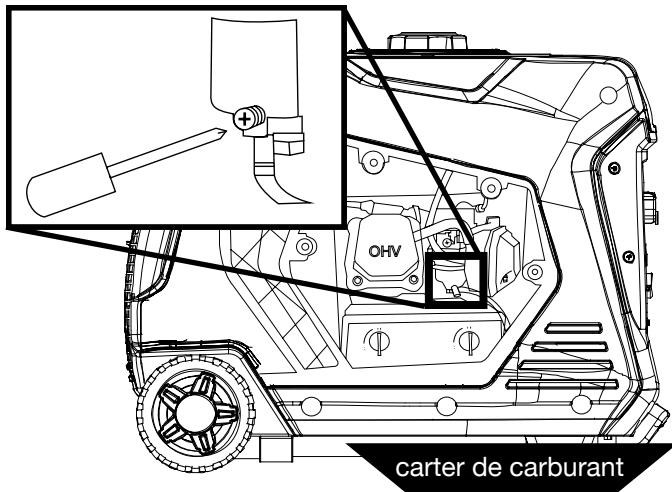

Figure 17: Desserrer la vis du bol à flotteur
3. Desserrez la vis de vidange du bol du flotteur jusqu'à ce que le carburant soit vu s'écoulant du bol du flotteur (voir Figure 17).